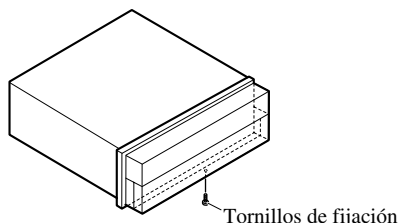

Fig. 21
- Fije el panel delantero a la unidad utilizando los tornillos de fijación después de quitar el panel delantero. (Fig. 21)